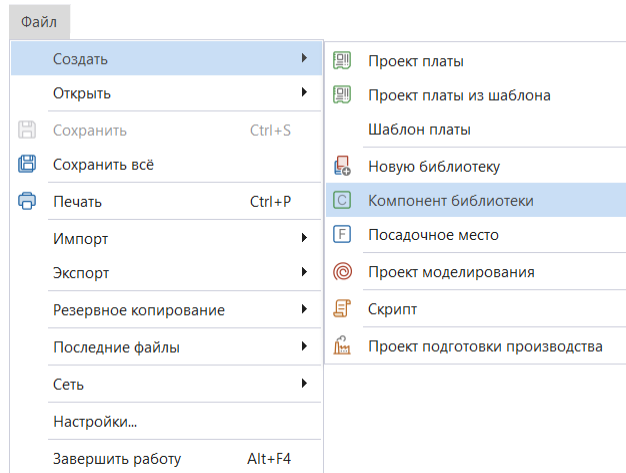

Рис. 161 Создание компонента из главного меню
1. Выбрать в главном меню «Файл» → «Создать» → «Компонент библиотеки», см. Рис. 161.